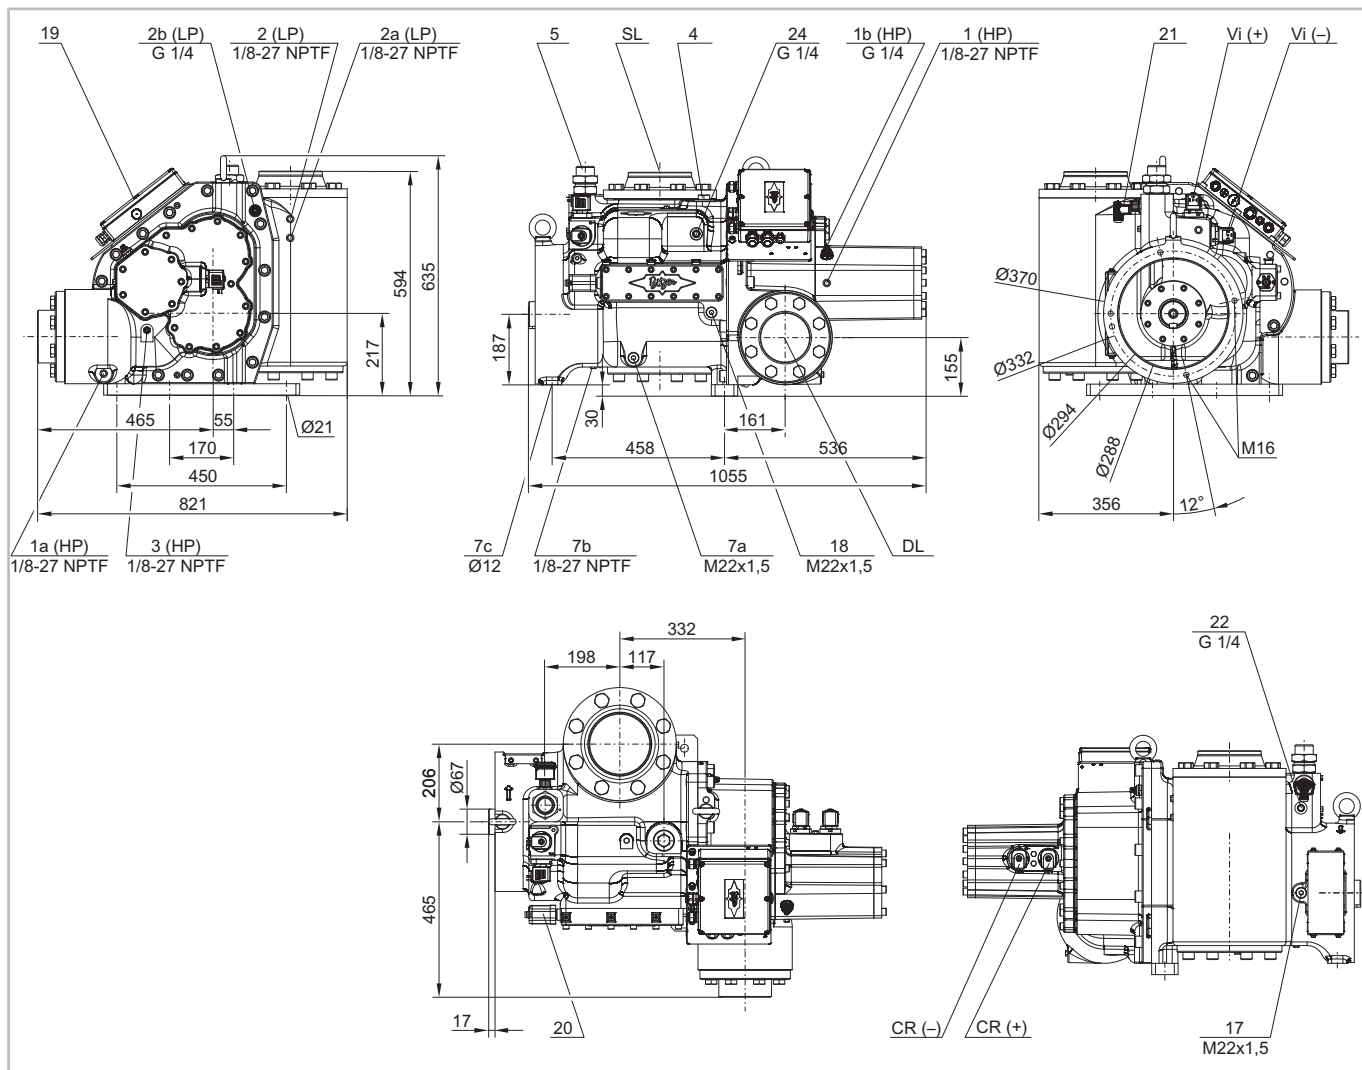

Рис. 2: Чертежи с указанием размеров для компрессоров OS.A9593 .. OS.A95103
- открутите пробку (см. Рис. 2, стр. 44, поз. 24),
Чтобы при запуске компрессора не допустить работу сальника без смазки, залейте в присоединение для впрыска масла примерно 1 литр масла (см. рис. 2, стр. 44, поз. 5).